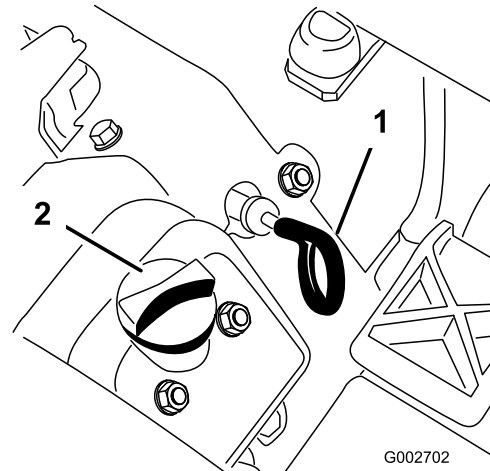

Bild 13
3. Ziehen Sie den Peilstab heraus (Bild 13) und wischen Sie ihn mit einem sauberen Lappen ab. Stecken Sie den Peilstab in das Rohr und stellen Sie sicher, dass er vollständig eingeführt ist. Entfernen Sie den Peilstab und prüfen den Ölstand. Nehmen Sie bei einem niedrigen Ölstand den Fülldeckel von der Ventilabdeckung ab und gießen Sie genug Öl in die Öffnung, bis der Ölstand die Vollmarke am Peilstab erreicht.